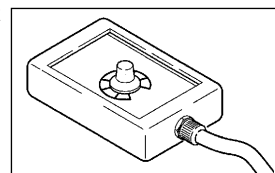

Fig. 6
2.2.2 Fjernstyringskontroll for effektmåler RC16 for MMA- og TIG-sveising (Fig. 6)